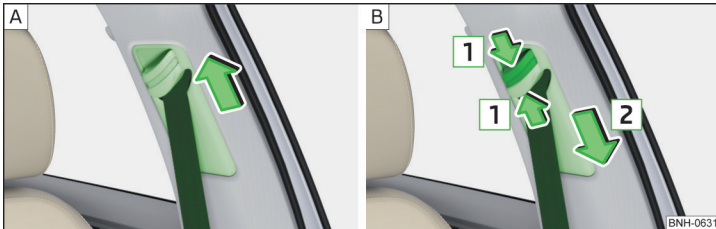

Abb. 17 Gurthöheneinstellung für die Vordersitze
➤ Den Umlenkbeschlag **nach oben** in Pfeilrichtung verschieben » Abb. 17 - [A].
- **Oder:** Die Sicherung in Richtung der Pfeile **1** zusammendrücken und den Umlenkbeschlag **nach unten** in Pfeilrichtung **2** verschieben » Abb. 17 - [B].